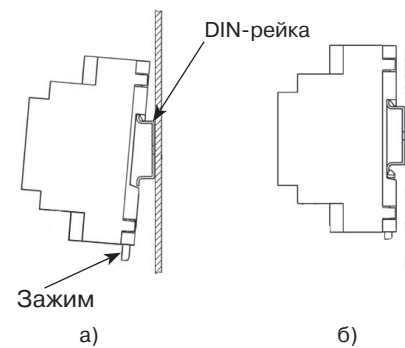

Рисунок 2. Последовательность установки Устройства на DIN-рейку
1. зацепить верхним креплением корпуса Устройства (расположено на тыльной поверхности корпуса Устройства) за верхнюю направляющую DIN-рейки (рис. 2а);
2. оттянуть вниз зажим подпружиненный (6) на нижней части корпуса Устройства, прижать Устройство к DIN-рейке;
3. после прижатия корпуса Устройства к DIN-рейке, отпустить зажим (рис. 2б);